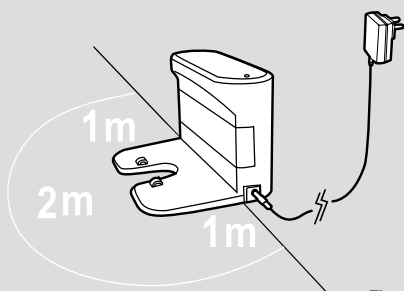

Fig. 2
Steek de stroomadapter in het contact en verbind deze met het opladstation. **[Fig. 2]**
3. Er mogen zich geen voorwerpen in het gebied rondom het Basisoplaadstation bevinden, in een omtrek van 2m aan de voorzijde en 1 m aan iedere zijde. **[Fig. 2]**